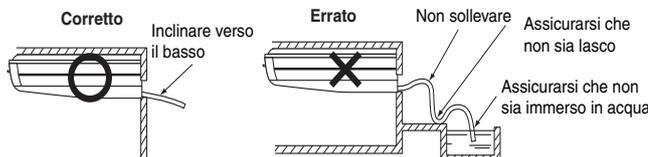

Fig. 21
- La tubazione di scarico dovrà essere corta e avere una pendenza verso il basso di almeno 1/100 per evitare la formazione di bolle d'aria. (Vedere Fig. 21)
- Utilizzare il tubo flessibile di scarico (1) e la fascetta in dotazione (2).